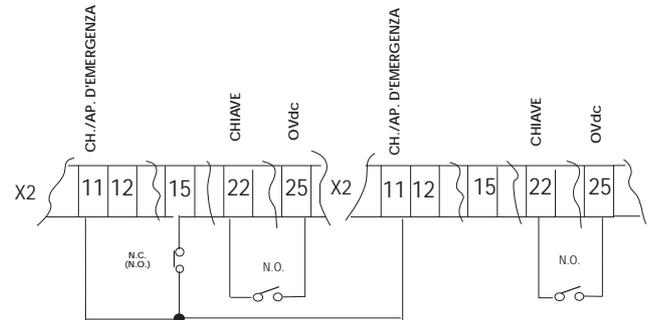

Fig. 27
- Eseguire i collegamenti dei datori d'impulso ed eventualmente del comando d'emergenza come da fig. 27.
Nota bene: I datori d'impulso devono essere collegati **esclusivamente** sull'ingresso CHIAVE (fig.27).